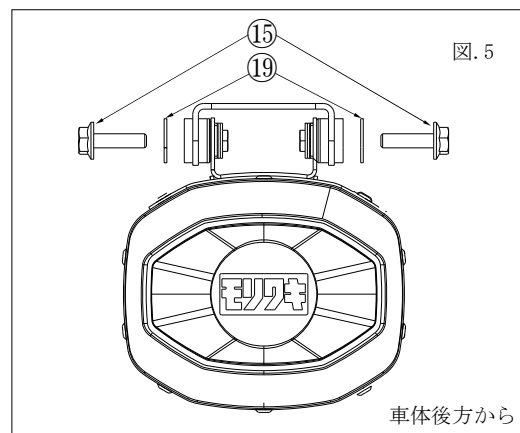

図. 5
③ テールパイプ ASSY(部品表⑤)、サブサイレンサーASSY(部品表⑥) を順番に差し込み、フランジボルト M8(部品表⑮)、ワッシャー8mm (部品表⑲) を使用して車体に仮組します。(図. 5)